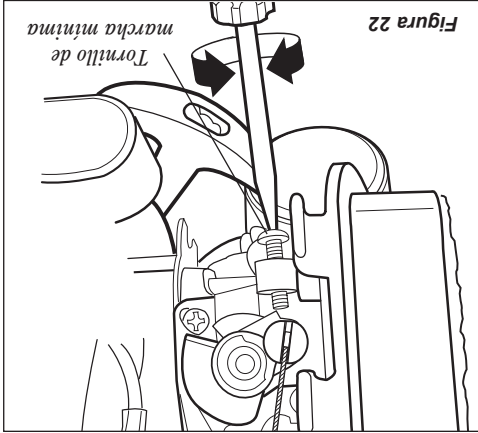

Figura 22
2. Si el accesorio de corte gira mientras el motor está en marcha mínima, reduzca la marcha mínima, girando el tornillo de ajuste de marcha mínima en el sentido contrario a las agujas del reloj. Consulte la figura 22.